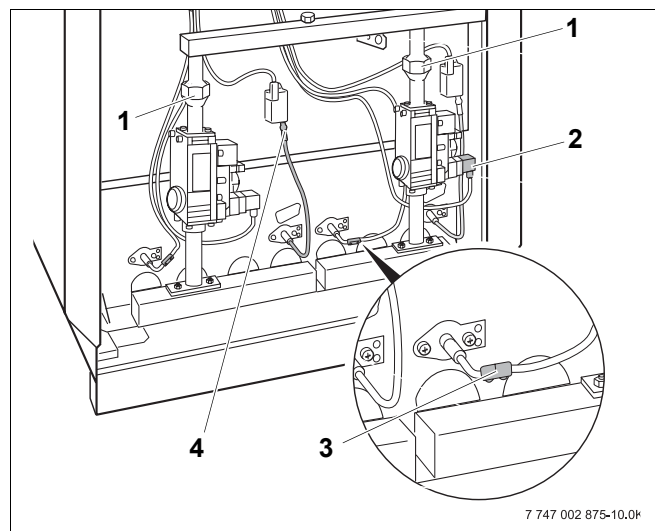

Рис. 39 Газовая горелка с арматурой Honeywell VR 4605
- Отсоедините горелку от трубы подачи газа, для чего разъедините резьбовые соединения (рис. 39, поз. 1) над арматурой.
- Отверните винты штекера горелки (рис. 39, поз. 2) и выньте штекер из арматуры (рис. 39).
- Разъедините штекерное соединение тактового устройства розжига (рис. 39, поз. 4).
- Удалите защиту от прикосновения на контрольном кабеле (рис. 39, поз. 3) и разъедините штекерное соединение.